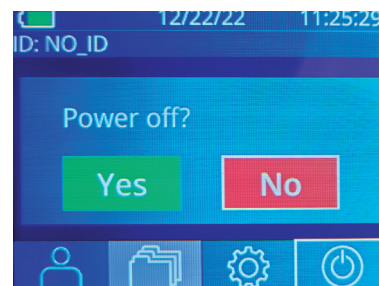

Bild 41
- Navigera till startskärmen och välj ikonen **Ström** , bekräfta sedan med **Yes** för att stänga AV (bild 41).